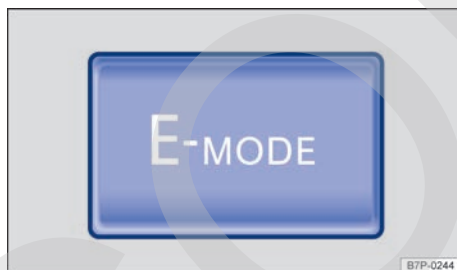

Fig. 144 En la parte inferior de la consola central: tecla para conducción en modo eléctrico ampliado.
El conductor puede ampliar los límites usuales de la conducción en modo eléctrico pulsando la tecla **[E-MODE]** → fig. 144 y circular siempre en este modo si el estado del sistema eléctrico lo permite. Se pasa entonces a la conducción en modo totalmente eléctrico.
- Se pulsa la tecla **[E-MODE]** por segunda vez → fig. 144.